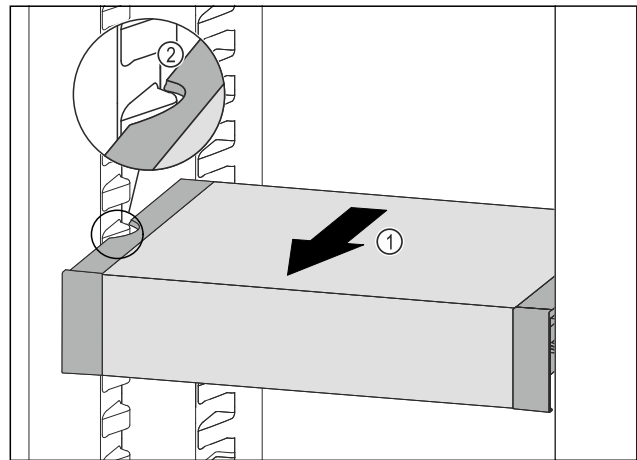

Fig. 107
- ▶ VarioSafe naar voren trekken Fig. 107 (1), tot de uitsparingen aan de zijkant van de VarioSafe zich ter hoogte van de rib in het koelgedeelte bevinden. Fig. 107 (2)